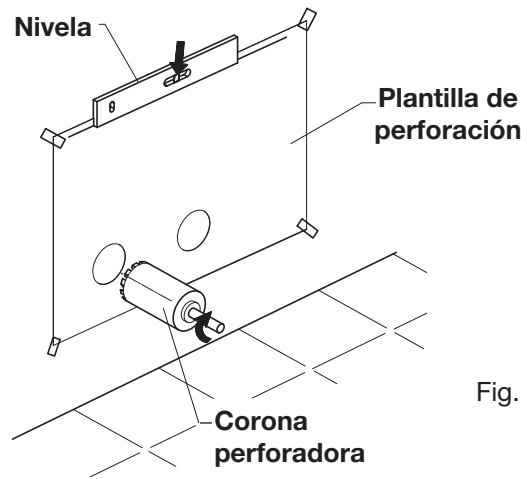

Fig. 1
- Colocar la plantilla de perforación y nivelarla. (Fig. 1)